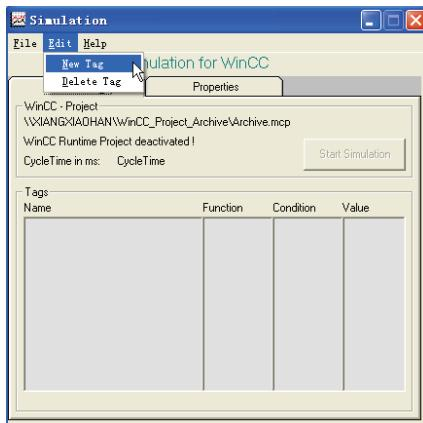

图 7-26 打开仿真器
1) 打开仿真器。单击“所有程序” $\rightarrow$ “SIMATIC” $\rightarrow$ “WinCC” $\rightarrow$ “Tools” $\rightarrow$ “WinCC Tag Simulator”命令，打开仿真器，如图 7-26 所示，单击“Edit” $\rightarrow$ “New Tag”命令，新建仿真器变量，并使此仿真器与变量“TempValue”相关联，也就是说仿真器将产生的数据值将赋值给变量“TempValue”。